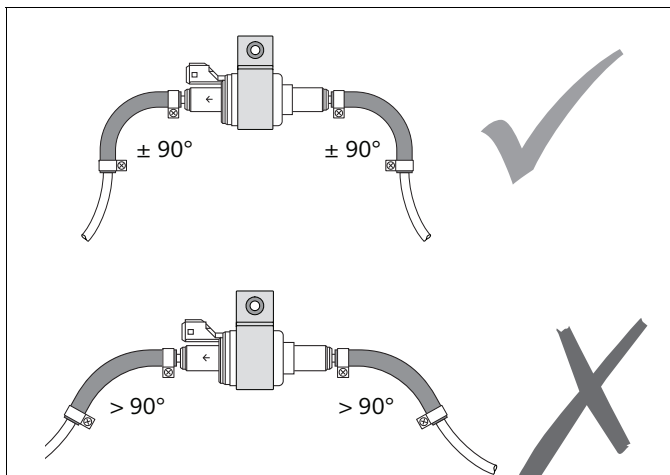

bild 24 Fastsättning av bränsleledningar
- Dra bränsleledningen så att krökarna på 90° inte sträcks ut, se bild 24.